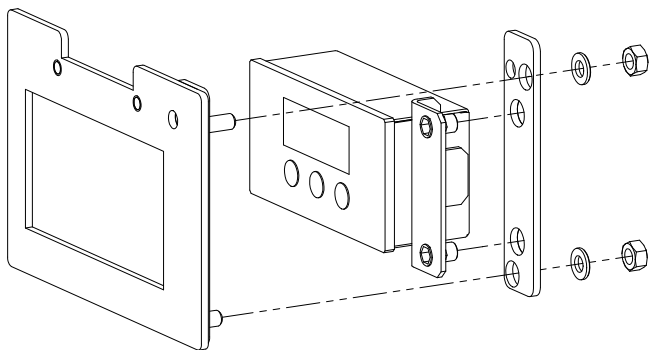

Fig.2
- Montar las chapas de sujeción adjuntas con las arandelas y tuercas en el sistema electrónico (Fig.2).